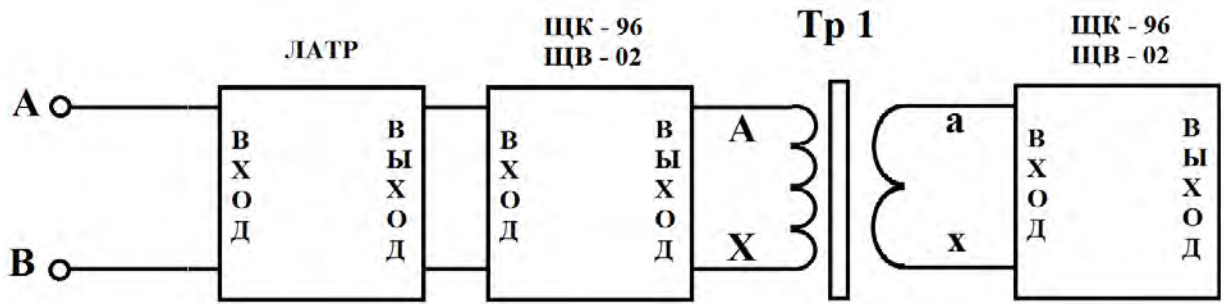

Рис.1 Определение коэффициента трансформации трансформатора (на понижение)
2. Собрать электрическую схему согласно рис. 1. и представить на проверку преподавателю. ЛАТР вывести в нулевое положение.